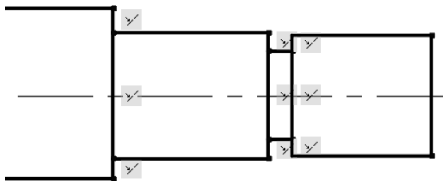

图 4-89 添加共线约束
(3) 单击“参数化”选项卡“几何”面板中的“共线”按钮 $\parallel$ ，添加轴肩竖直线之间的共线约束，结果如图4-89所示。